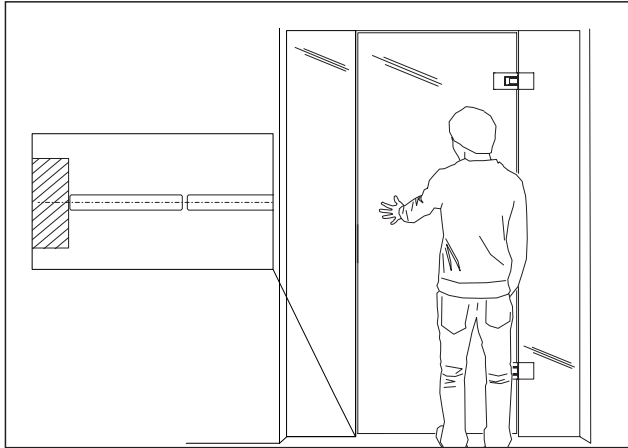

Abb. 34 Ideale Nulllage vom Glasflügel zum Seitenteil
2. Den Glasflügel in die ideale Nulllage bringen (Abb. 34).